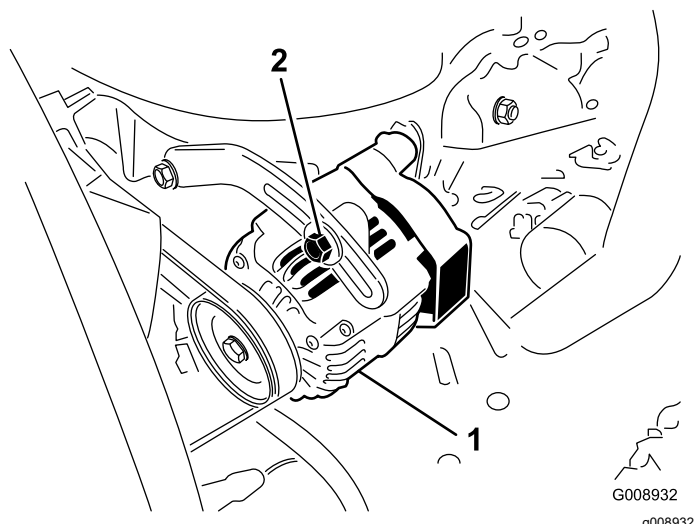

Figura 96
Verifique o estado e a tensão das correias (Figura 96) após cada 100 horas de funcionamento.
2. Se a deslocação obtida não for igual a 10 mm, deve desapertar os parafusos de montagem do alternador (Figura 96). Aumente ou diminua a tensão da correia do alternador e aperte os parafusos. Verifique uma vez mais a deslocação da correia para se certificar de que a tensão está correta.